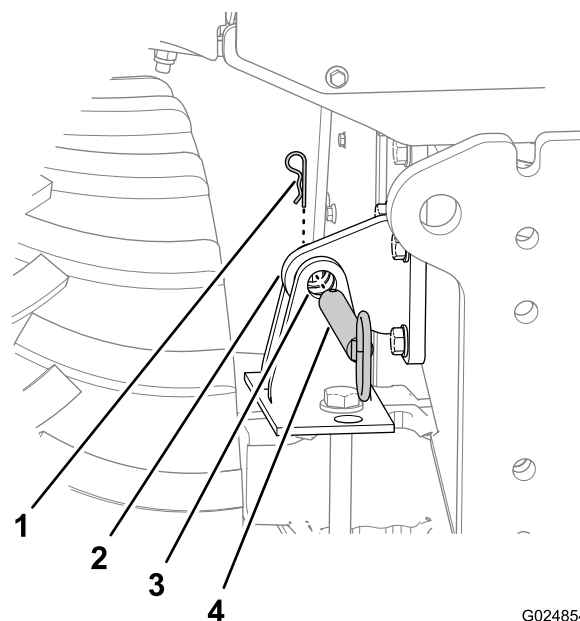

Figura 44
1. Retire la chaveta que sujeta el pasador de bloqueo del mecanismo de inclinación al soporte de bloqueo del chasis (Figura 44).
2. Retire el pasador de bloqueo del mecanismo de inclinación de los taladros del soporte de bloqueo del chasis y del soporte de bloqueo del eje (Figura 44).
1. Utilice el interruptor de inclinación para alinear el taladro del soporte de bloqueo del chasis con los taladros del soporte de bloqueo del eje (Figura 44).
4. Introduzca a fondo el pasador de bloqueo del mecanismo de inclinación por los taladros horizontales del soporte de bloqueo del chasis y el soporte de bloqueo del eje (Figura 44).
5. Sujete el pasador de bloqueo del mecanismo de inclinación al soporte de bloqueo del eje con la chaveta (Figura 44).